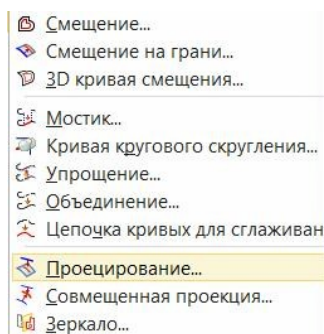

рис.87
- Вызываем команду из падающего меню «**Вставить** \ *Кривая по кривой* \ **Проецирование**» (рис.87).